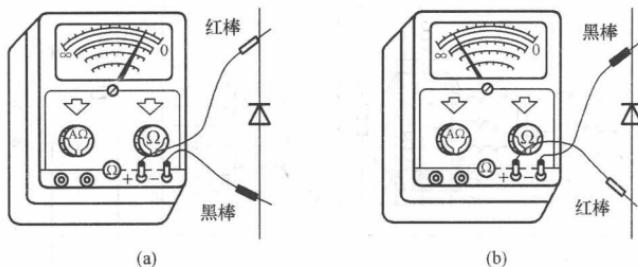

图 1-8 二极管极性判别
1) 正、负极性的判别。测量时，将万用表的两表棒分别接二极管的两极，如图 1-8 所示。如果电阻的读数较小，则黑表棒所接的一端是二极管的正极，红表棒所接的一端为负；反之，当测得的电阻值较大时，则与红表棒相接的一端为二极管的正极，与黑表棒相接的一端为二极管的负极。
2) 好坏判别。在图 1-8 (b) 中，黑表棒和万用表内电池的正极相接，故此时加在二极管上的是反向电压，因此测量出的是反向电阻，阻值较大，如小功率二极管的反向电阻值一般为 $100 \sim 200k\Omega$ 。在图 1-8 (a) 中，加在二极管上的是正向电压，测量出的是正向电阻，阻值较小，如锗材料小功率二极管正向电阻值约为几百欧姆，硅材料二极管正向电阻值为 $1.5k\Omega$ 左右。